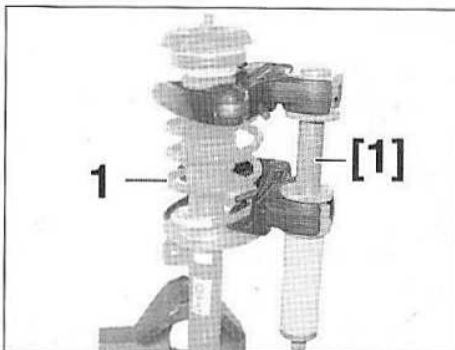

FIG.14
- Comprimer le ressort de suspension (1) avec l'outil [1], jusqu'à libérer les coupelles de sa pression (Fig.14).